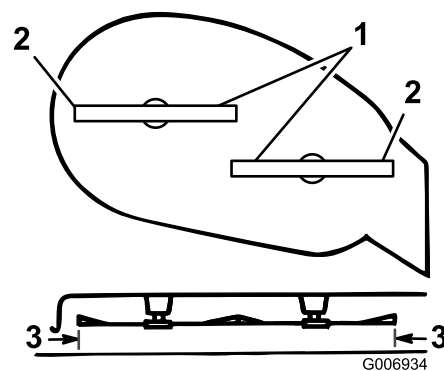

Figure 46
5. Tournez prudemment les lames pour qu'elles soient parallèles dans le sens transversal (Figure 46).
6. Mesurez la distance entre les tranchants extérieurs et le sol plat (Figure 46). Si les deux mesures diffèrent de plus de 5 mm, un réglage est nécessaire (voir les étapes 7 à 10).